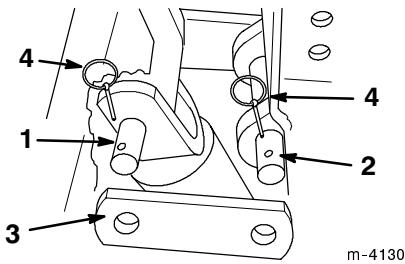

Abbildung 13
18. Die beiden Verbindungsstücke auf die Enden der Kippylinderstifte und der Löffelbagger- Verbindungsstifte schieben und mit zwei Lüsen sichern (Abb. 13).